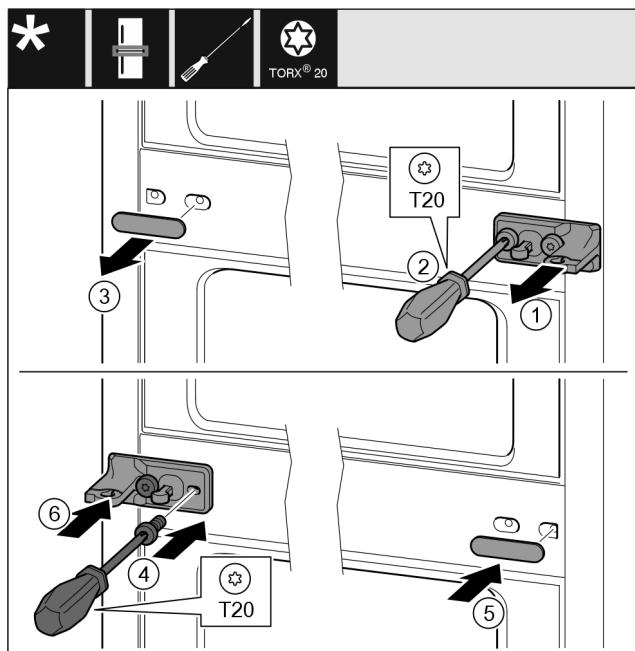

Fig. 33
- Αφαιρέστε τη ροδέλα. Fig. 33 (1)
- Ξεβιδώστε τις βίδες με κατσαβίδι T20. Fig. 33 (2)
- Τραβήξτε προσεκτικά έξω το κάλυμμα. Fig. 33 (3)
- Βιδώστε το στήριγμα με τη μεμβράνη περιστρέφοντάς το 180° στην άλλη πλευρά. Fig. 33 (4)
- Εφαρμόστε το κάλυμμα περιστρέφοντας το κατά 180° στην άλλη πλευρά. Fig. 33 (5)
- Περάστε τη ροδέλα από μπροστά. Fig. 33 (6)